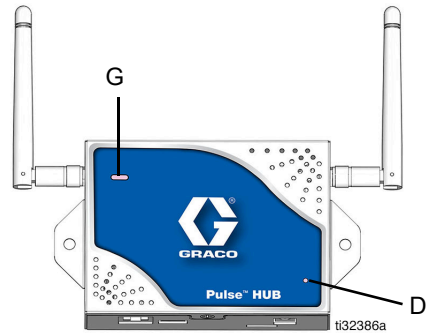

FIG. 5
Dopo avere installato l'unità Pulse HUB, verificare che la spia di alimentazione (D) (FIG. 5) sia accesa e che l'unità HUB funzioni correttamente.
Le spie di stato dell'unità HUB (G) (FIG. 5) indicano lo stato corrente del software di gestione Pulse Fluid Management Software. Per le definizioni di carattere diagnostico, vedere la tabella delle spie di stato dell'unità HUB riportata di seguito.